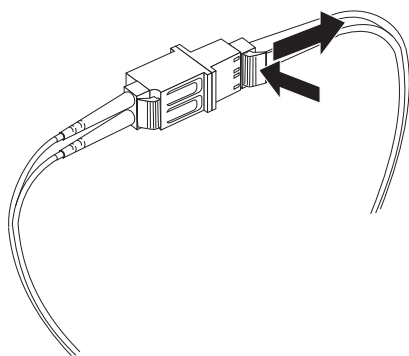

图 3-21. 从 LC-SC 光纤通道电缆适配器拔下 LC-LC 光纤通道电缆
2. 小心地拉动接口以将其拔下。从 LC-SC 电缆适配器拔下 LC-LC 电缆时，请确保抓住的是接口而非电缆，如图 3-21 中所示。